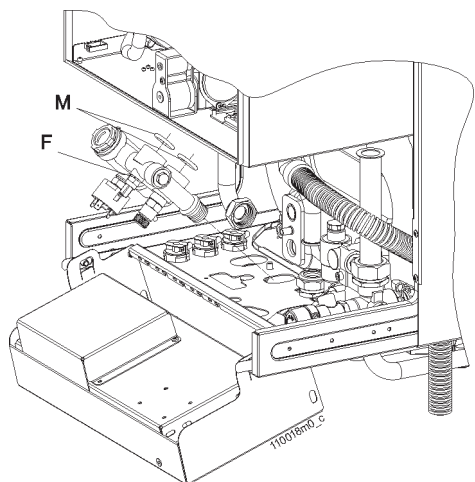

Figura 9-10 - Estrazione valvola deviatrice
- 10.- estrarre verso l'esterno tutto il blocco della valvola deviatrice "F" facendo attenzione alle guarnizioni "M" (vedi figura 9-10);